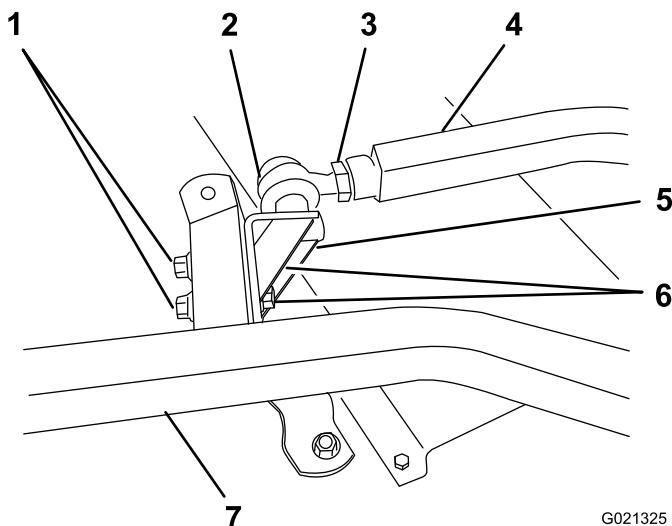

Bild 10
1. Entfernen Sie die zwei Kopfschrauben, Flachscheiben und Bundmuttern, mit denen die linke Kugelgelenkhalterung am linken Laufradarm befestigt ist (Bild 10). Entfernen Sie die Kugelgelenkhalterung und die Kettenhalterung.